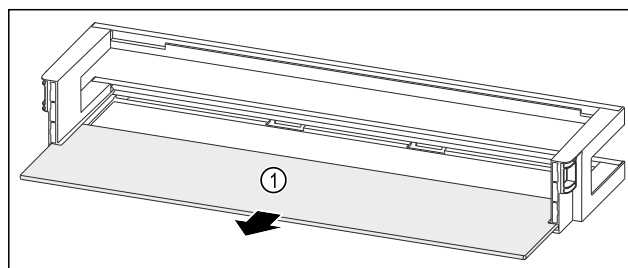

Fig. 83 Balconnet de contre-porte avec tablette de rangement
- Retirer la tablette de rangement Fig. 83 (1).